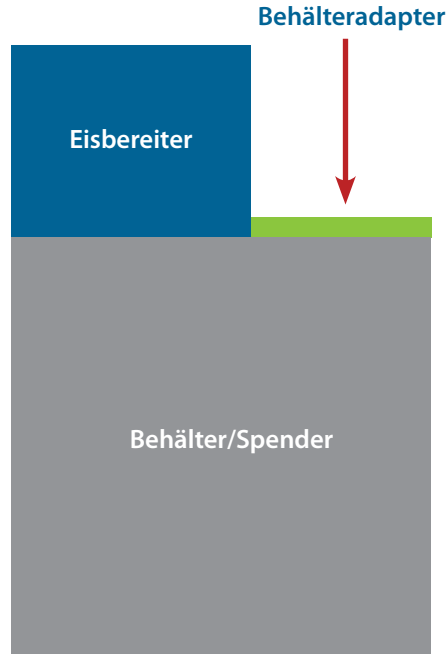

Abb. 5. TCIM an der linken Seite des Behälters/Spenders installiert.
- TCIM auf der linken Seite (Konfiguration 1; siehe Abb. 5)